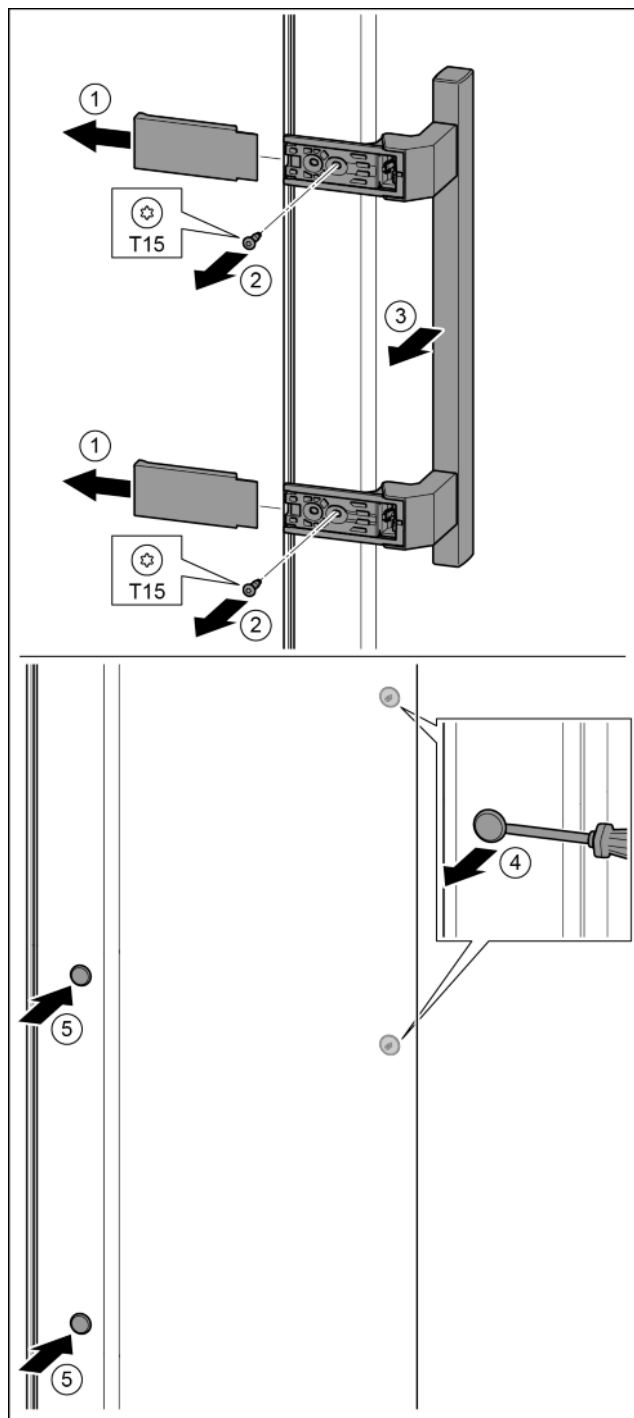

Fig. 32
- ▶ Zdjąć osłonę. Fig. 32 (1)
- ▶ Śruby wykręcić przy pomocy śrubokręta T15. Fig. 32 (2)
- ▶ Zdjąć uchwyt. Fig. 32 (3)
- ▶ Boczną zatyczkę ostrożnie podważyć przy pomocy śrubokręta i wyjąć. Fig. 32 (4)
- ▶ Zatyczkę założyć ponownie z drugiej strony. Fig. 32 (5)